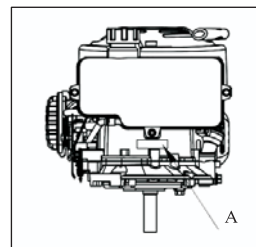

Fig. 15 A : Emplacement du numéro de série
13.1 EMLACEMENT DU NUMÉRO DE SÉRIE (Voir la figure 15)